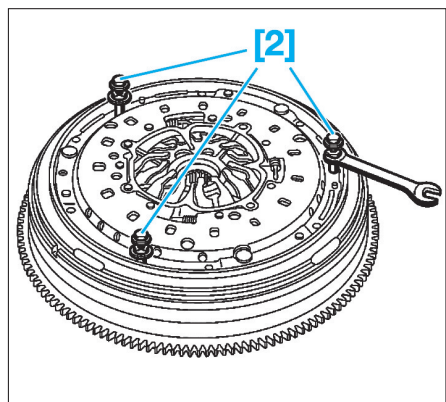

FIG. 2
- Déposer trois vis de maintien du mécanisme à intervalle régulier et les remplacer par l'outillage de maintien du mécanisme [2] correspondant à trois vis, trois entretoises et trois écrous servant à maintenir plaquer le mécanisme (Fig.2).